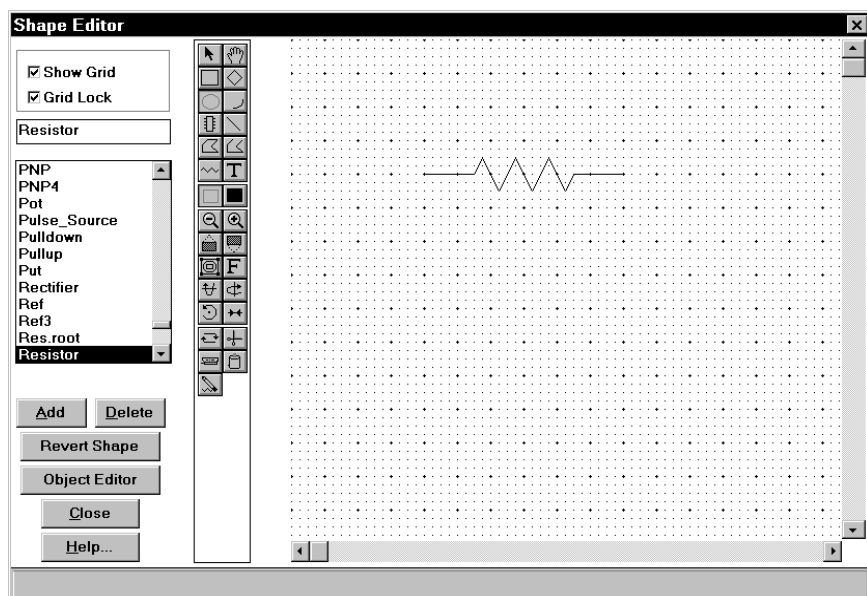

Figura 21. Editor de símbolos
- 13) **Shape Editor...** (Editor de símbolos). Esta opción accede al editor de símbolos que se muestra en la Figura 21. Este editor gestiona la librería que contiene los símbolos utilizados para representar los componentes en el esquema eléctrico del circuito. El editor de componentes se puede utilizar para añadir un símbolo nuevo o modificar los símbolos existentes.